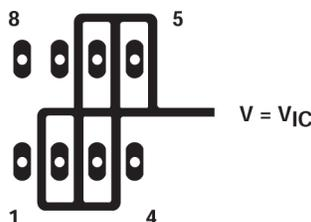
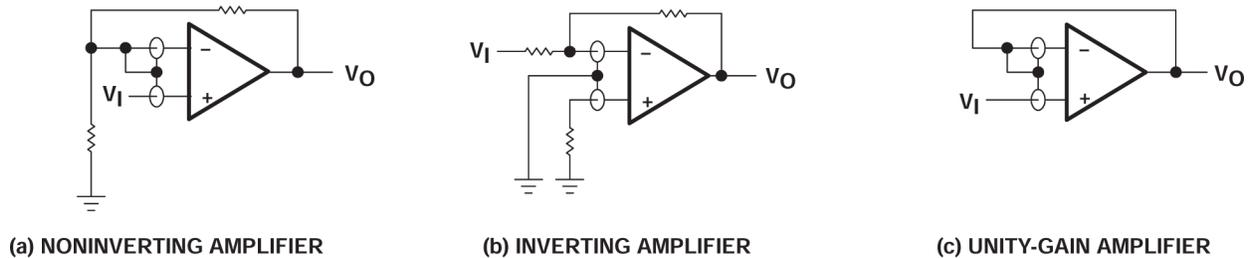

図 6-4. デバイス入力周辺絶縁金属 (P パッケージ)
図 7-5. ガードリング方式
1. 他の潜在的なリーク源からデバイスを絶縁します。デバイス入力周囲および間には、接地されたシールドを使用します (図 6-4 を参照)。入力に流れる可能性のあるリーク電流はシャントされます。
入力インピーダンスが非常に高く、バイアス電流要件も低いいため、TLC27Lx は低レベルの信号処理用に最適です。ただし、プリント基板とソケットでのリーク電流がバイアス電流要件を容易に上回ることがあり、デバイス性能の低下を招く可能性があります。ベストプラクティスとして、入力の周囲にガードリングを配置します（「パラメータ測定情報」セクションの 図 6-4 のものと同様）。これらの保護は、同相入力と同じ電圧レベルで低インピーダンスのソースから駆動します（図 7-5 を参照）。